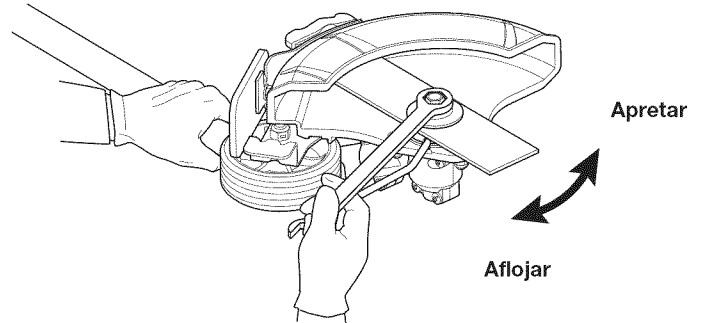

Fig. 9
3. Mientras sostiene la varilla de traba, afloje la contratuerca girándola **en el sentido de las agujas del reloj** con una llave de 13 mm (Fig. 9).
8. Mientras sostenga la varilla de traba, apriete la contratuerca girándola **en sentido contrario a las agujas del reloj** (Fig. 9). Cerciórese que la cuchilla de la bordeadora quede plana y centrada en relación con el eje de salida cuando apriete la contratuerca.